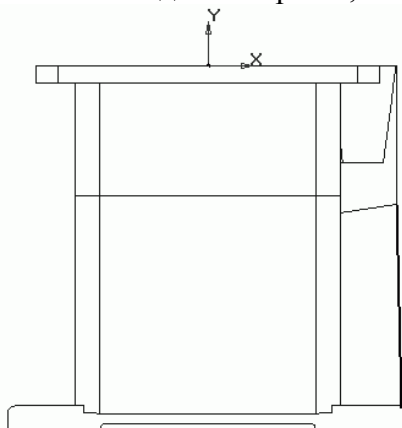

Рис. 3.84. Эскиз ребра жесткости
23. Нам необходимо создать два ребра жесткости в модели: по одному под каждой крышкой подшипника. Начнем с ребра жесткости на месте крепления крышки ведомого вала. Выделите в дереве модели ортогональную плоскость XU и постройте в ней эскиз ребра (рис. 3.84). Размеры не имеют большого значения, главное, чтобы концы контура, который в данном случае состоит всего из одного отрезка, находились в теле детали.